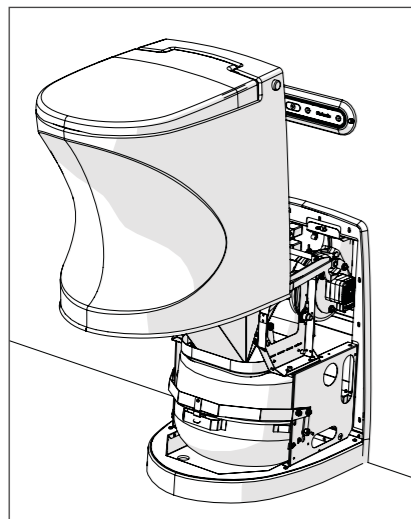

Ilustración 9
3. Levante completamente la carcasa para extraerla del mecanismo de elevación (Ilustración 9).